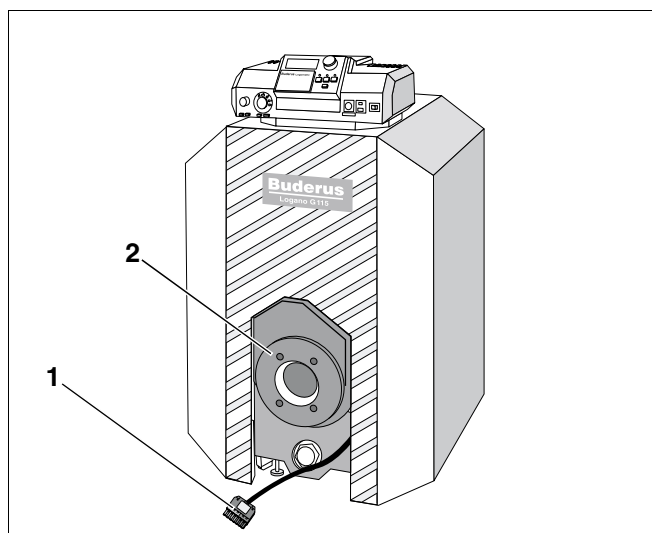

Fig. 32 Montering av brenner
- Fest brenneren til brennerdørens hullsirkel (fig. 32, **pos. 2**).
- Kople brennerkabelen (fig. 32, **pos. 1**) til brenneren.